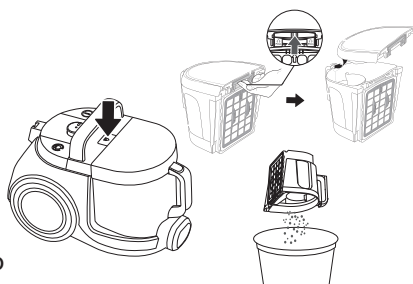

Рис. 3
2. Нажмите на кнопку отсоединения пылесборника на корпусе пылесоса (рис. 3) и снимите пылесборник, подняв его вверх.